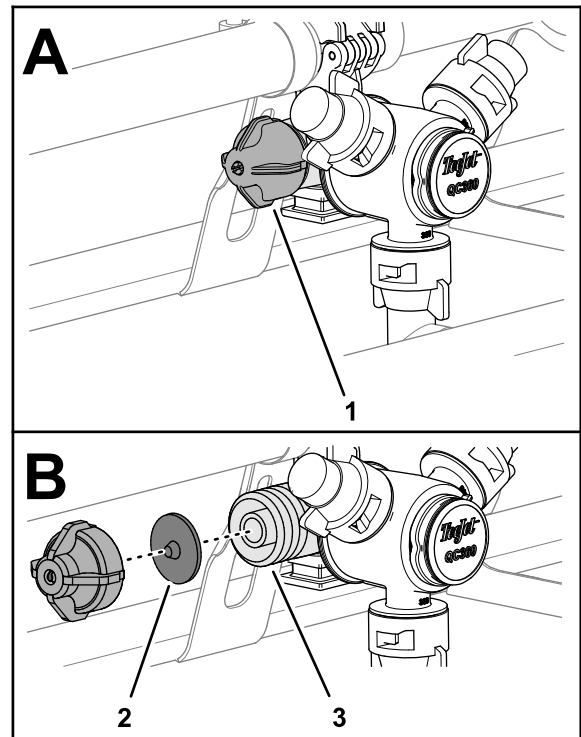

Figure 33
1. Tournez le capuchon de la membrane dans le sens antihoraire et retirez le capuchon du corps de la buse (Figure 33).
2. Retirez la membrane du clapet antiretour du capuchon ou du corps de la buse (Figure 33).
3. Nettoyez le capuchon, la membrane et le corps de la buse à l'eau propre (Figure 33).
4. Insérez la membrane dans le capuchon, en dirigeant l'ergot vers le capuchon (Figure 33).
5. Placez le capuchon et la membrane sur le corps de la buse, et serrez le tout à la main (Figure 33).